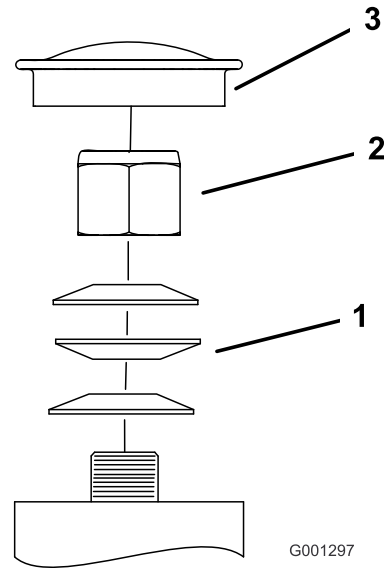

Bild 71
3. Entfernen Sie den Staubdeckel vom Laufrad und ziehen Sie die Sicherungsmutter an (**Bild 71**).
4. Ziehen Sie die Sicherungsmutter so weit fest, dass die Federscheiben flach liegen und schrauben dann um Viertelumdrehung zurück, um die Lager richtig vorzuspannen (**Bild 71**).
Wichtig: Achten Sie darauf, dass die Federscheiben richtig eingesetzt sind, siehe **Bild 71**.
5. Setzen Sie den Staubdeckel auf (**Bild 71**).